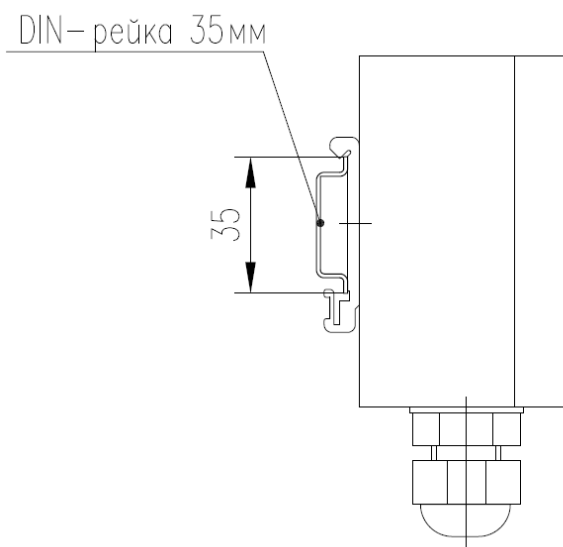

Рис. 9. Монтаж блока питания на DIN-рейку
2.2.8.2 На рис. 9 показан монтаж БП на DIN-рейку.